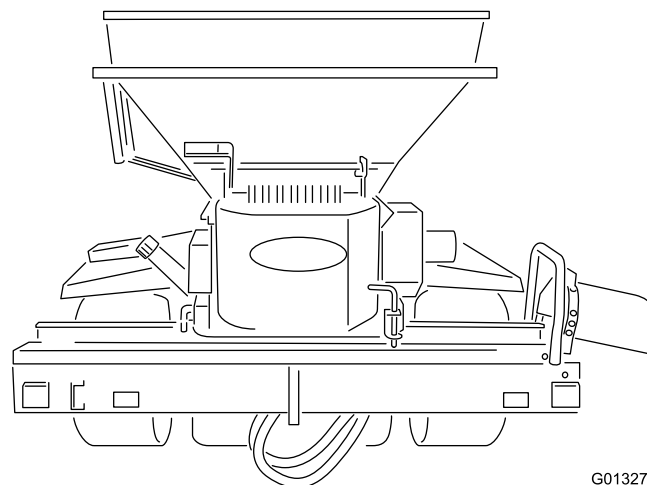

Figura 8
10. Coloque a correia na “posição de movimento” com o motor do lado direito do adubador (**Figura 8**).